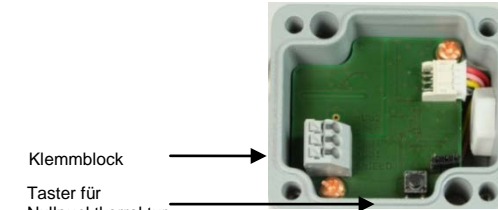

Abb. 3 Anschlussschaltbild
Der DPT 100 kann über eine Taste Nulliert werden. Drücken Sie dazu die Taste (Abb. 3) ca. 3 Sekunden.
- Drücken Sie die Taste (Abb. 3) ca. 3 Sekunden!